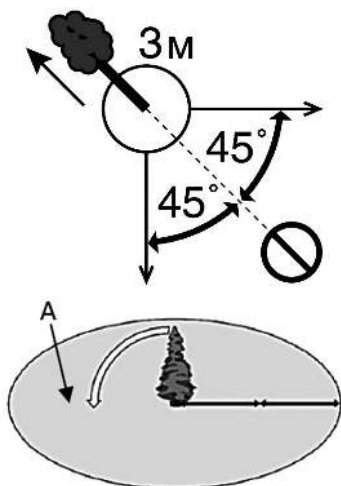

Рис. 9 Зона безопасности при валке дерева
4. Должен быть безопасный путь отхода. Путь отхода должен быть направлен по диагонали в сторону, противоположную направлению падения, под углом 45 градусов, необходимо отойти минимум на 3 метра от ствола, на тот случай, если во время падения комель дерева отскочит в сторону. Зона безопасности (А) должна быть не менее  $2\frac{1}{2}$  высоты дерева (Рис. 9).